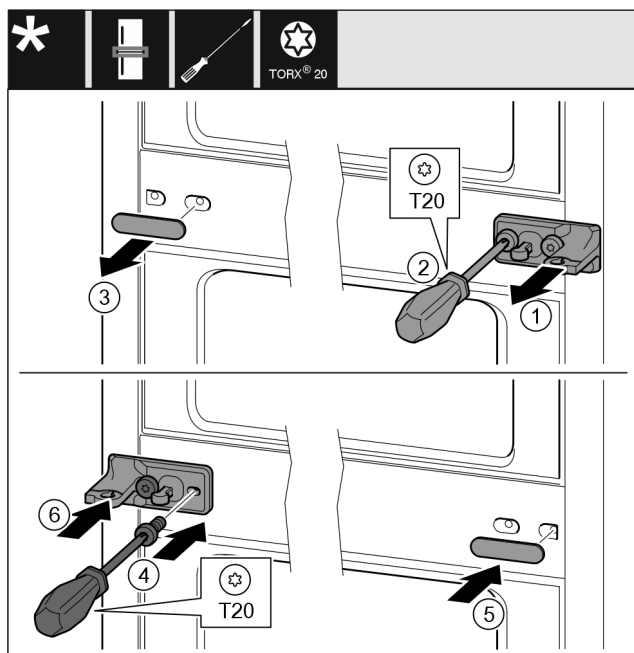

Fig. 13
- Stáhněte podložku Fig. 13 (1).
- Šroubovákem vyšroubujte šrouby Fig. 13 (2).
- Opatrně stáhněte kryt Fig. 13 (3).
- Stojan ložiska s fólií Fig. 13 (4) otočený o 180° pevně přišroubujte na druhé straně.
- Kryt Fig. 13 (5) otočený o 180° připevněte na druhé straně.
- Zepředu nasuňte podložku Fig. 13 (6).